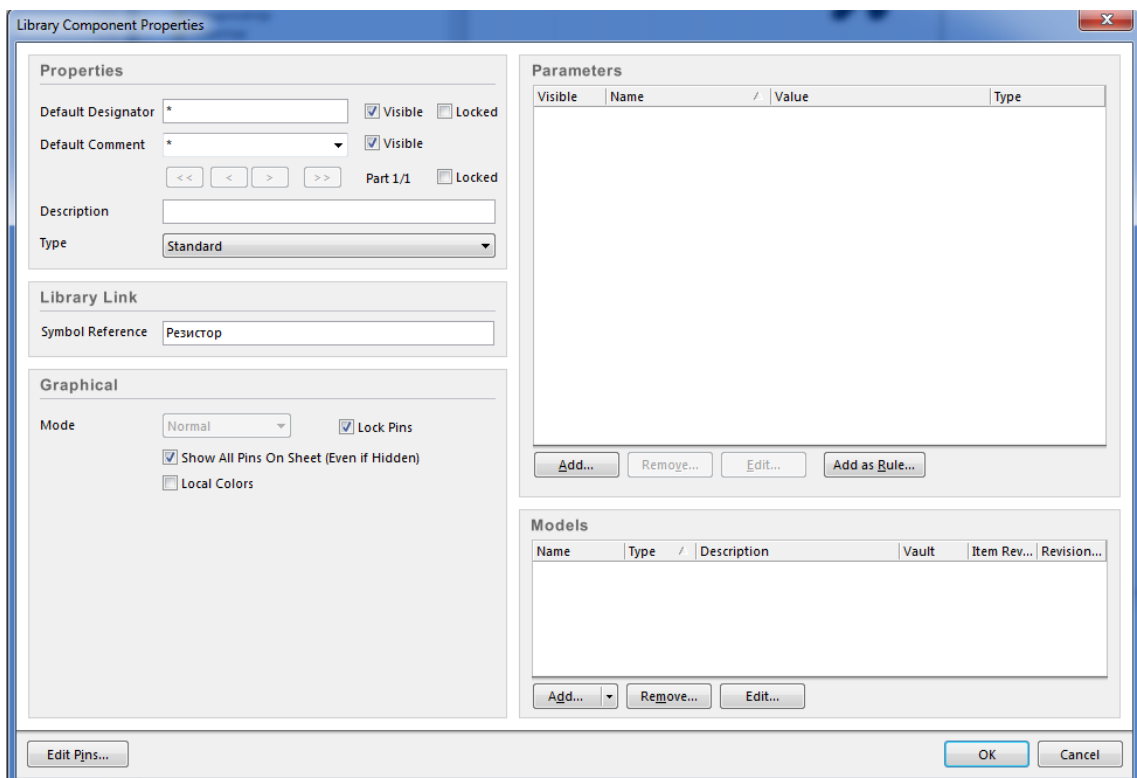

Рис. 2.8
7) Оберіть компонент у списку **Components**панелі **SCH Library** та натисніть кнопку **Edit**. Відкриється вікно *Library Component Properties* (Рис. 2.8).